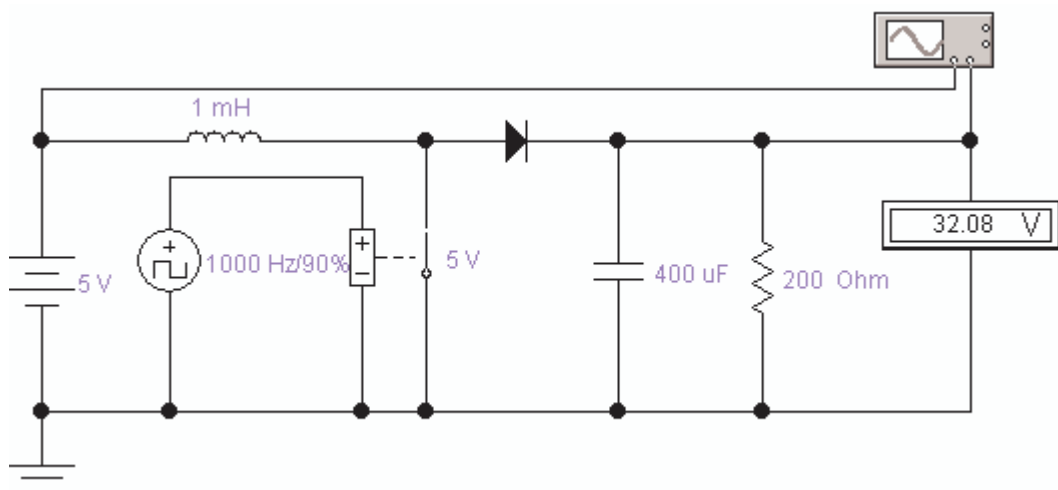

Рис.4
3. Дослідження принципу дії підвищуючого перетворювача рис.4.